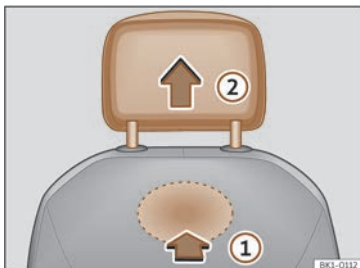

Fig. 72 Apoyacabezas delantero: desmontaje.
- Para desbloquearlo, busque el rebaje situado en la parte posterior del respaldo por la zona marcada y presione en el sentido de la flecha >>> **fig. 72** ①.
- Extraiga el apoyacabezas en el sentido de la flecha ②.